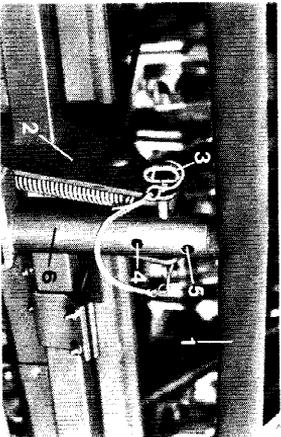

Fig. 99
Retirer l'axe (fig. 99/3) puis incliner le support des traceurs (fig. 99/1) du côté où le disque est fixé. Puis refixer le support des traceurs comme suit :
- perçage avant de fixation (fig. 99/4) pour traçage unilatéral à droite,
- perçage arrière de fixation (fig. 99/5) pour traçage unilatéral à gauche.
Au transport, fixer ensemble le support (fig. 99/2) et le bras (fig. 99/6) au moyen de l'axe (fig. 99/3) puis goupiller.